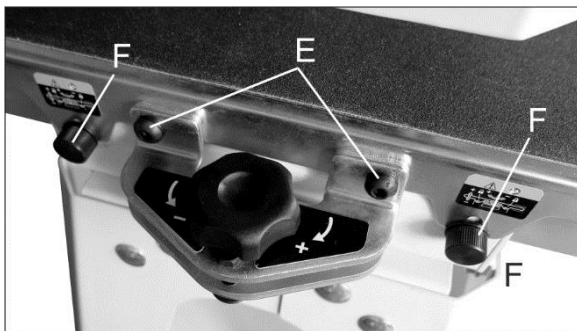

Figure 10-3
4. Enlevez le deux (2) vis fixant la table du convoyeur à la base.
5. Enlevez les deux (2) vis fixant la table du convoyeur au support d'alignement du cylindre (E, Figure 10-3).
6. Desserrez les deux blocages (F, Figure 10-3).